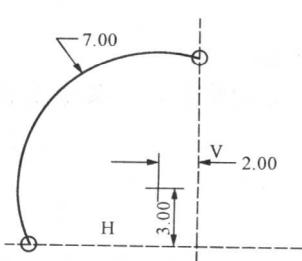

图 1-25 绘制三点圆弧
(1) 单击 按钮，然后在绘图区中某位置处单击确定圆弧的一个端点，然后在另一个位置处单击确定另一个端点。
(2) 此时移动鼠标，圆弧将呈橡皮筋状变化，单击确定圆弧上的一点即完成绘制，如图 1-25 所示。